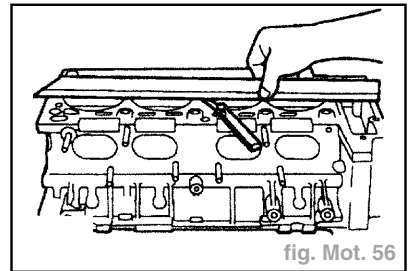

fig. Mot. 56
- Vérifier la déformation du plan de joint de la culasse (fig. Mot. 56) :